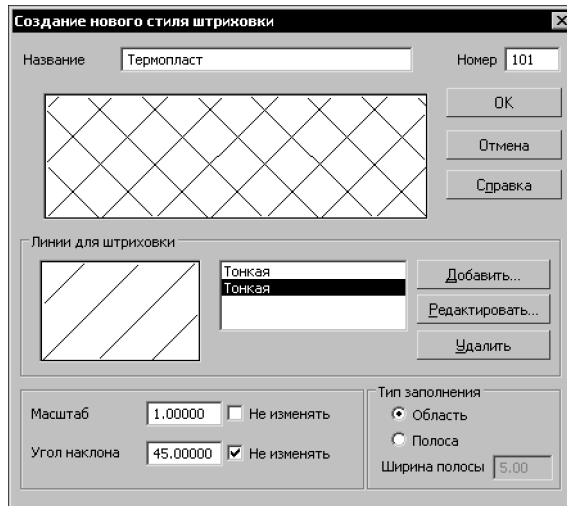

Рис. 131.10. Создание первой и второй групп линий
8. Выполнив действия, аналогичные описанным в пп. 6–7 упражнения 7, отредактируйте имеющуюся группу тонких линий и добавьте новую. Параметры, характеризующие размещение этих групп в системе координат штриховки, приведены в таблице 131.6. Чтобы проконтролировать правильность ваших действий, сравните диалог, который вы видите на экране, с диалогом, показанным на рис. 131.10.